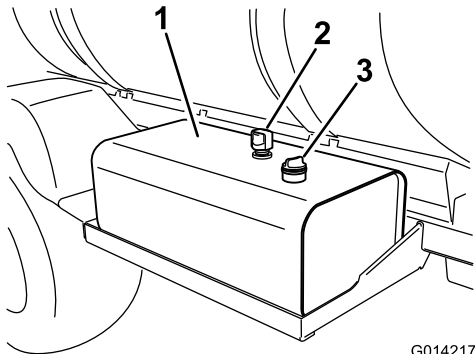

图 107
2. 清洁液压油箱量油尺盖周围的区域然后取下盖子 图 107。